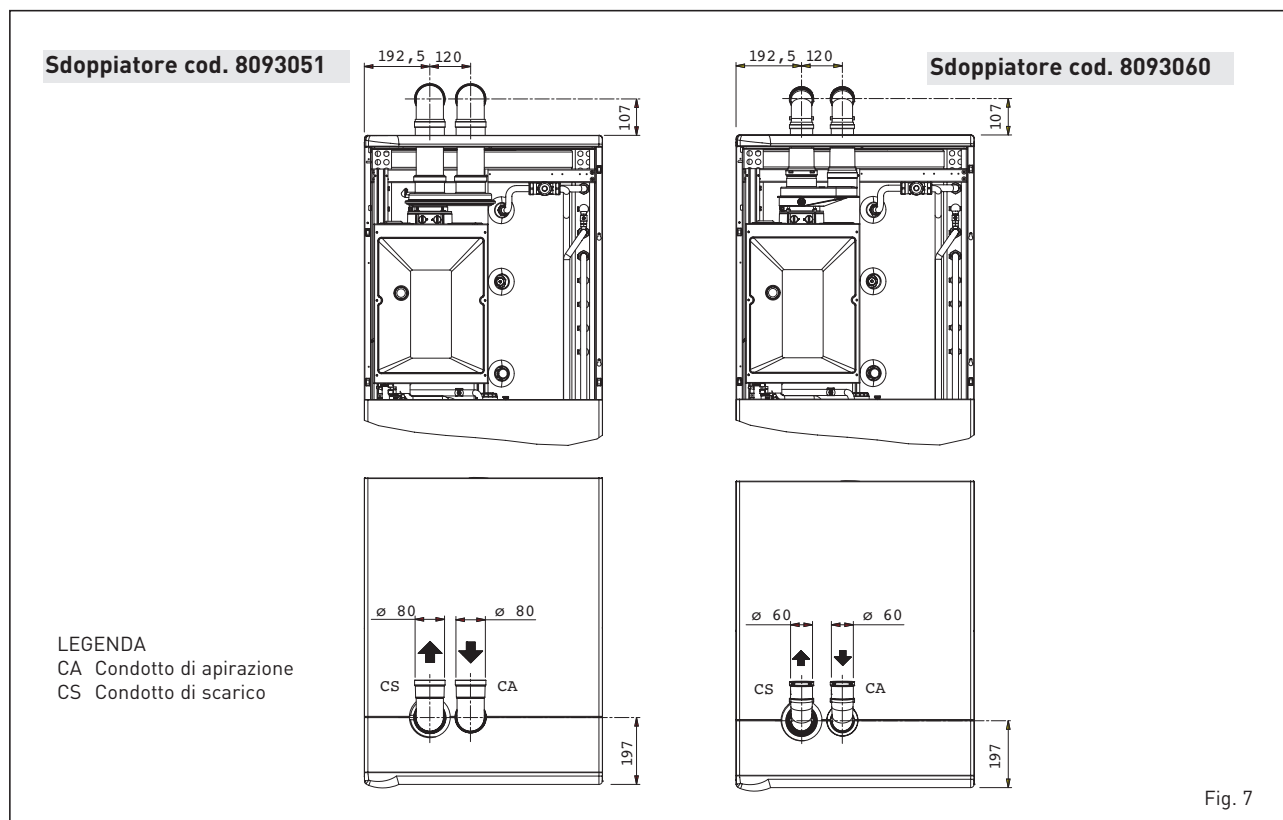

Fig. 7
#### 2.6 INSTALLAZIONE CONDOTTI SEPARATI Ø 80 - Ø 60 (fig. 7- fig. 8)
Lo sdoppiatore aria/fumi consente di separare i condotti di scarico fumi e aspirazione aria (fig. 7):
**ATTENZIONE:** Le caldaie vengono fornite con un diaframma in acciaio cod. 6028605 da posizionare sullo scarico dello sdoppiatore (fig. 7) quando la perdita di carico totale dei condotti separati risulta inferiore a 9 mm H2O (con perdite di carico totali superiori a 9 mm H2O fino a 15 mm H2O non utilizzare il diaframma).